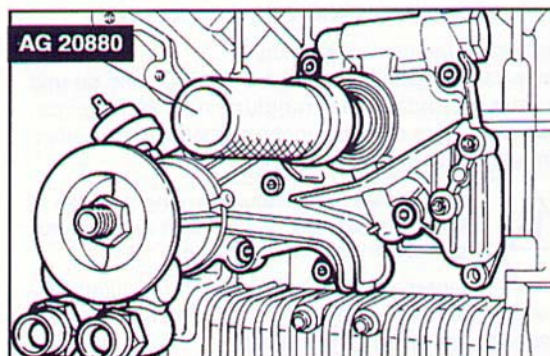

Fig. 256 ▲
- accostare le otto brugole, quindi inserire sull'albero motore l'attrezzo AG 20880 per il centraggio della pompa olio (Fig. 256);
- fit loosely the eight Allen screws, and set tool AG 20880 for oil pump centring on the crankshaft (Fig. 256);